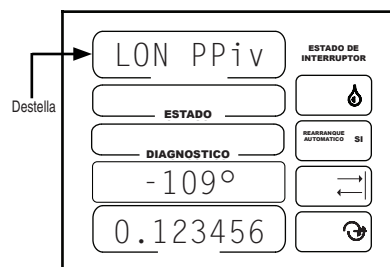

Figura 60-3
3. LON PPiv debe estar destellando y se visualiza el valor de longitud del punto de pivot. La longitud predeterminada es 180°. Vea la Figura 60-3.